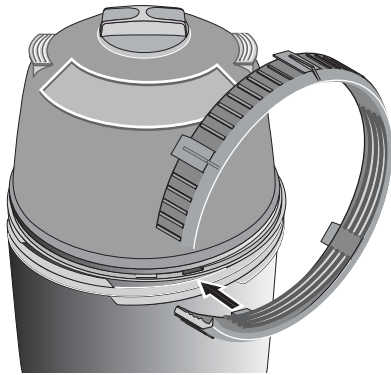

Figure 5 – Introduire la patte de la bague dans la fente du corps de filtre.
6. Séparer les moitiés supérieure et inférieure du réservoir en se servant des pattes qui se trouvent à la partie inférieure de la bague Posi-Lok^{MD}. Introduire les pattes dans l'encoche du raccord du réservoir et tourner la bague pour désolidariser les moitiés de réservoir. Se reporter aux Figures 5 et 6.